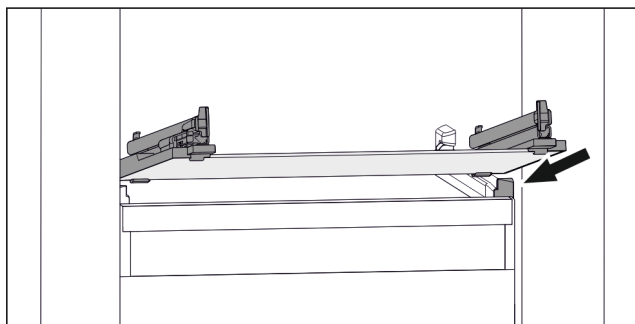

Fig. 119 Vejledende visning af glaspladen
- ▶ Sæt glaspladen skråt bag stoppene. (se Fig. 119)